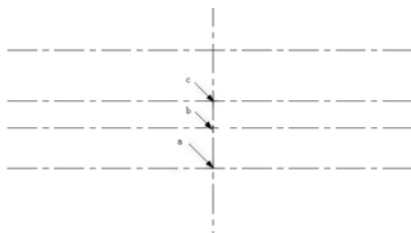
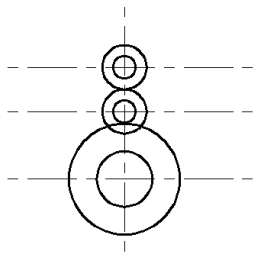
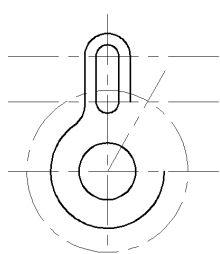

图 7-91 偏移水平构造线
图 7-92 绘制同心圆
图 7-97 绘制辅助圆
- 05 单击【修改】工具栏  按钮，将水平构造线分别向上偏移 55、91 和 160 个单位，如图 7-91 所示。
- 06 设置“粗实线”为当前层，使用【圆】命令，以图 7-91 所示的交点 a 为圆心，绘制半径为 22.5 和 45 的同心圆；以交点 b 和 c 为圆心，绘制半径为 9 和 18 的同心圆，如图 7-92 所示。
12 选择菜单【绘图】|【圆】|【圆心、半径】命令，以图 7-91 所示的点 a 为圆心，绘制半径为 64 的辅助圆，如图 7-97 所示。